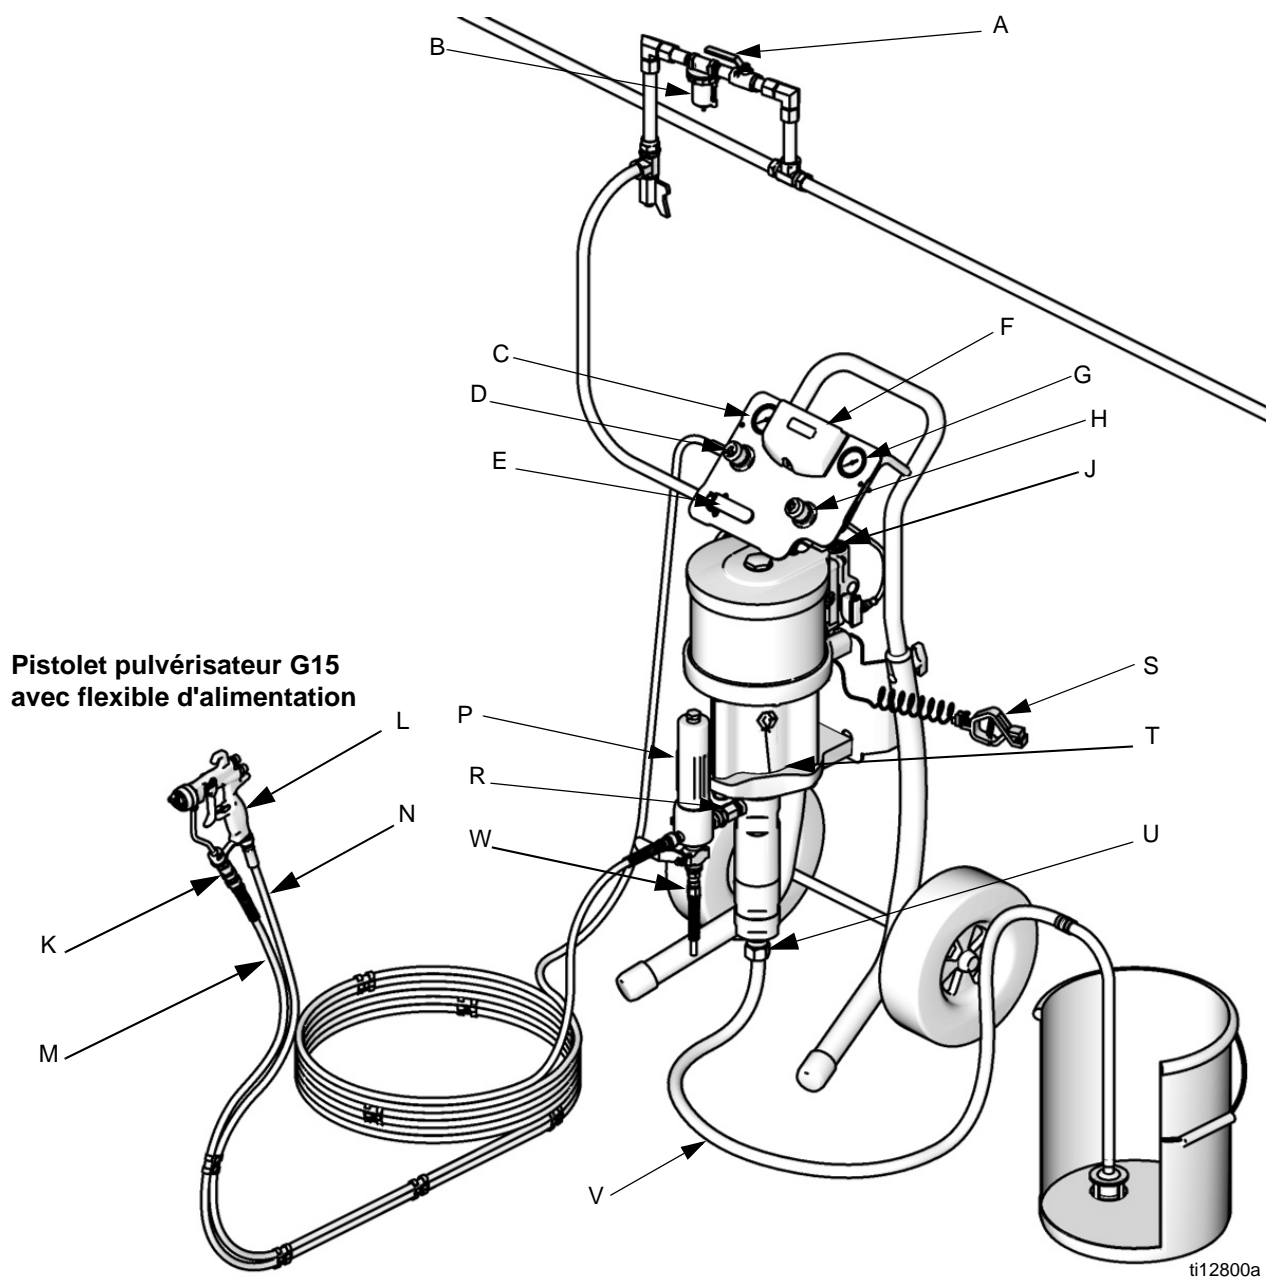

FIG. 1. Installation classique (votre groupe peut ne pas comprendre tous les éléments illustrés.)
FIG. 1 est uniquement une aide pour sélectionner et installer les composants et accessoires du système. Contactez votre distributeur Graco pour obtenir une assistance lors de la conception d'un système répondant à vos besoins spécifiques.
Consultez la FIG. 1. **Les composants varient selon le groupe commandé.** Consultez les tableaux des pages 7 à 15. Votre groupe peut inclure :
Installez les accessoires suivants dans l'ordre indiqué dans la FIG. 1, en utilisant des adaptateurs si nécessaire.
1. Consultez la FIG. 1. Fixez l'extrémité du flexible pour fluide bleu (M) sur la sortie de la pompe (R) ou sur la sortie du filtre (P).
2. Fixez une extrémité du flexible à air (N) sur le régulateur d'air du pistolet (D).
3. Fixez l'autre extrémité du flexible à air (N) sur l'entrée d'air à la base du pistolet (L).
4. Fixez le pivot (K) du pistolet sur l'entrée de fluide du pistolet.
5. Fixez l'autre extrémité du flexible bleu pour fluide (M) sur le pivot du pistolet (K).
2. Consultez la FIG. 1. Fermez la vanne d'air principale de type purge (D).
1. Consultez la FIG. 1. Verrouillez la gâchette du pistolet. Retirez le garde-buse et la buse de pulvérisation du pistolet (L). Consultez le manuel du pistolet.
2. Fermez le régulateur d'air du pistolet (D) et le régulateur d'air de la pompe (H) en tournant les boutons dans le sens inverse des aiguilles d'une montre pour réduire la pression à zéro. Fermez toutes les vannes d'air de type purge (E). Vérifiez également que toutes les vannes de vidange sont fermées.
3. Raccordez la conduite d'air à la vanne d'air de type purge (D).
6. Maintenez une partie métallique du pistolet (L) contre le côté d'un seau métallique mis à la terre et gardez la gâchette ouverte.
8. Ouvrez toutes les vannes d'air de type purge (E). Tournez lentement le régulateur d'air de la pompe (H) dans le sens horaire afin d'augmenter la pression jusqu'à faire démarrer la pompe.